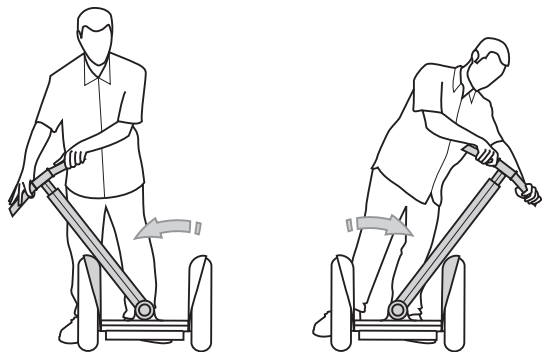

Figure 4. Vérifiez que le cadre LeanSteer reprenne sa position droite
9. ÉTEIGNEZ le Segway TP (position OFF), puis penchez complètement le cadre LeanSteer vers la gauche et la droite, jusqu'à ce qu'il touche chaque garde-boue. Vérifiez ensuite que le cadre LeanSteer reprenne sa position droite. Référez-vous à la figure 4. Si le cadre LeanSteer ne reprend pas sa position droite, desserrez la vis et reprenez à l'étape 4.